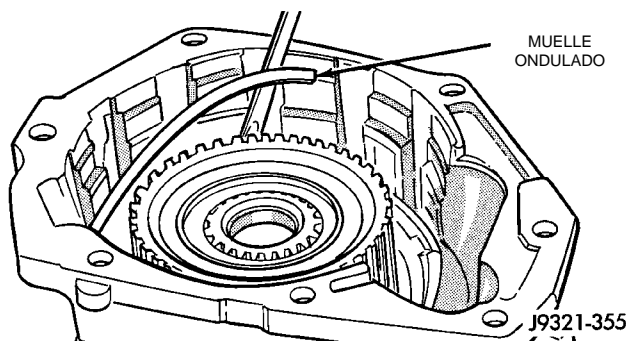

Fig. 205 Desmontaje/instalación del muelle ondulado del embrague de sobremarcha
(1) Retire el muelle ondulado del embrague de sobremarcha (Fig. 205).